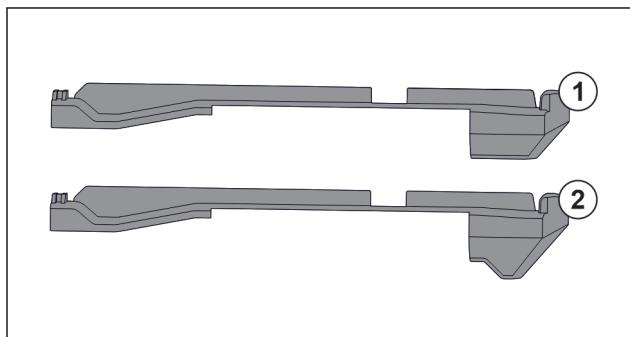

Fig. 69 Сравнение вставных частей
В устройстве находятся две разные вставные части. Вставная часть над самым нижним выдвижным ящиком Fig. 69 (2) имеет треугольную кромку. Все прочие вставные части Fig. 69 (1) имеют прямую кромку.
- Установите вставную часть Fig. 69 (2) с треугольной кромкой над самым нижним выдвижным ящиком.
- Установите вставную часть Fig. 69 (1) с прямой кромкой на все прочие места.